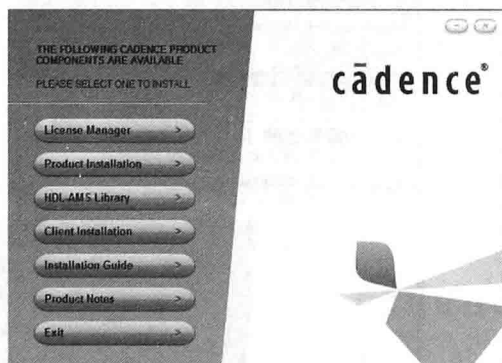
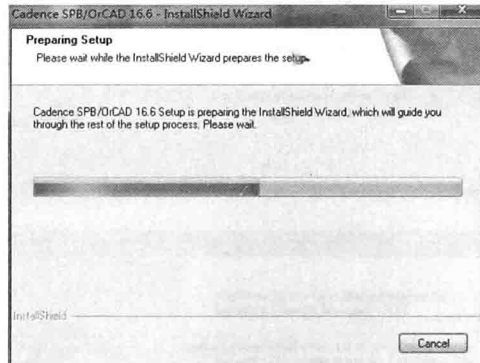

图 1.2.10 Cadence SPB/OrCAD 16.6 的安装界面
图 1.2.11 “Preparing Setup”对话框
(6) 下面进行 Product 的安装。在 Cadence SPB/OrCAD 16.6 的安装界面中 (如图 1.2.10 所示), 单击“Product Installation”按钮, 出现“Preparing Setup”对话框, 如图 1.2.11 所示。